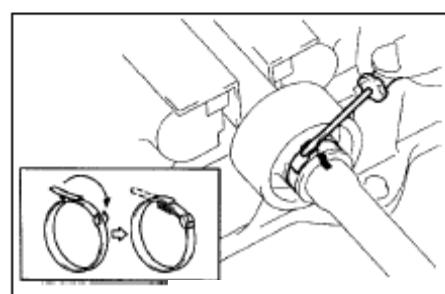

Рис. 138
- (1) Наденьте хомут демпфера на вал.(рис. 138)